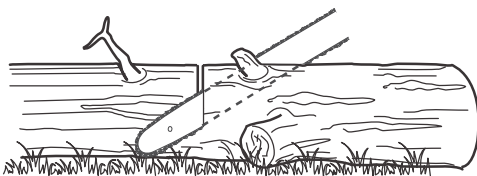

Fig. 39
1. Siga estas sencillas instrucciones para facilitar el corte. Cuando el tronco está apoyado en toda su longitud (Fig. 39), se corta desde la parte superior (seccionamiento superior).